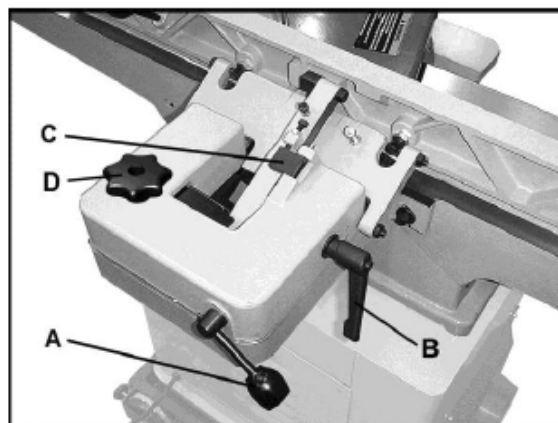
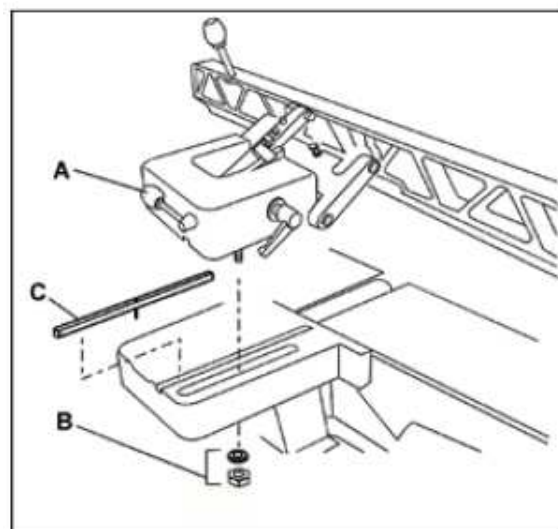

Рис. 8
Рис. 9
Чтобы переместить упор вперед или назад поперек стола, ослабьте ручку фиксации (А, Рис. 8), затем крутите круглую ручку (D). Когда упор будет установлен в нужное положение, плотно затяните ручку фиксации (А, Рис. 8).
ПРИМЕЧАНИЕ: Ручку фиксации (А, Рис. 8) можно установить в более удобное положение. Для этого ослабьте шестигранную гайку под литым основанием упора (В, Рис. 9), установите ручку в нужное положение и снова затяните шестигранную гайку.
- Ослабьте зажимную рукоятку (В, Рис. 8).
- Поставьте угломерное устройство на стол вплотную к упору. Наклоните упор на нужный угол и затяните зажимную рукоятку (В, Рис. 8), чтобы зафиксировать упор в установленном положении.
- Выщелкните стопорный блок (С, Рис. 8).
- Наклоните упор на нужный угол и затяните зажимную рукоятку (В, Рис. 8), чтобы зафиксировать упор в установленном положении.
3. Сместите узел упора до конца назад или полностью снимите его со станка. Ослабьте ручку фиксации (А, Рис. 9) и открутите 2 шестигранные гайки с шайбами (В, Рис. 9), придерживая упор на кронштейне. Снимите узел упора.